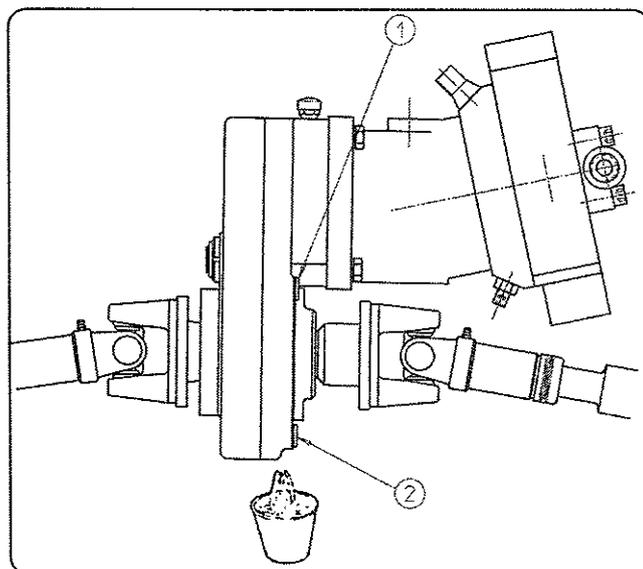

fig. 23
- 4) SUSTITUIR el aceite de la caja de transferencia. Para ello soltar el tornillo nivel 1 y el tapón de vaciado 2 (Fig. 23) y recoger el aceite en un recipiente adecuado. Una vez vaciado todo el aceite colocar el tpon de vaciado, llenar con aceite nuevo, a través del agujero del tornillo nivel hasta que rebese por el agujero. Apretar fuertemente el tornillo nivel y tapón de vaciado. Posteriormente repetir esta operación CADA 1000 HORAS DE TRABAJO
- 4) REPLACE the oil of the transference box. To do it, release the level nut 1 and the empty top 2 (Fig. 23) and keep the oil into an addecuade tank. Once empty all the oil place the empty top, fill with new oil, through the hole of the level nut up to it overflows. Tighten strongly the level nut and empty top. Afterwards, repeat this operation EVERY 1000 HOURS OF WORKS.
- 4) REMPLACER l'huile de la boîte de transfert. Pour cela, ôter la vis de niveau 1 et le bouchon de vidange 2 (Fig. 23) et recueillir l'huile dans un récipient adapté. Une fois toute l'huile vidée, placer le bouchon de vidange, remplir avec de la nouvelle huile par le trou de la vis de niveau jusqu'à ce qu'elle déborde du trou. Serrer fortement la vis de niveau et le bouchon de vidange. Ultérieurement, répéter cette opération TOUTES LES 1000 HEURES DE TRAVAIL.